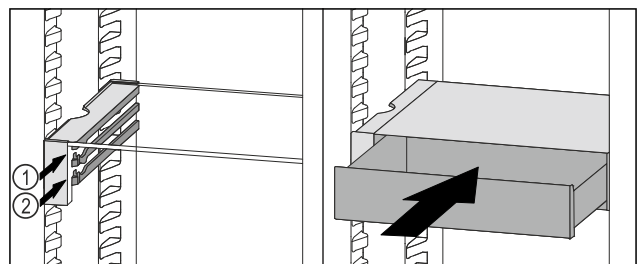

Fig. 186
- Posizionare il cassetto VarioSafe dietro i tappi sulla nervatura desiderata Fig. 186 (1) o Fig. 186 (2).